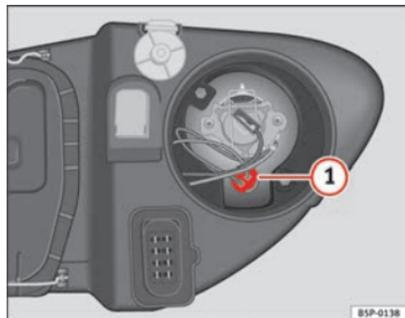

Fig. 184 Luci di posizione
- Estrarre il portalampane ⇒ fig. 184 ① verso l'esterno.